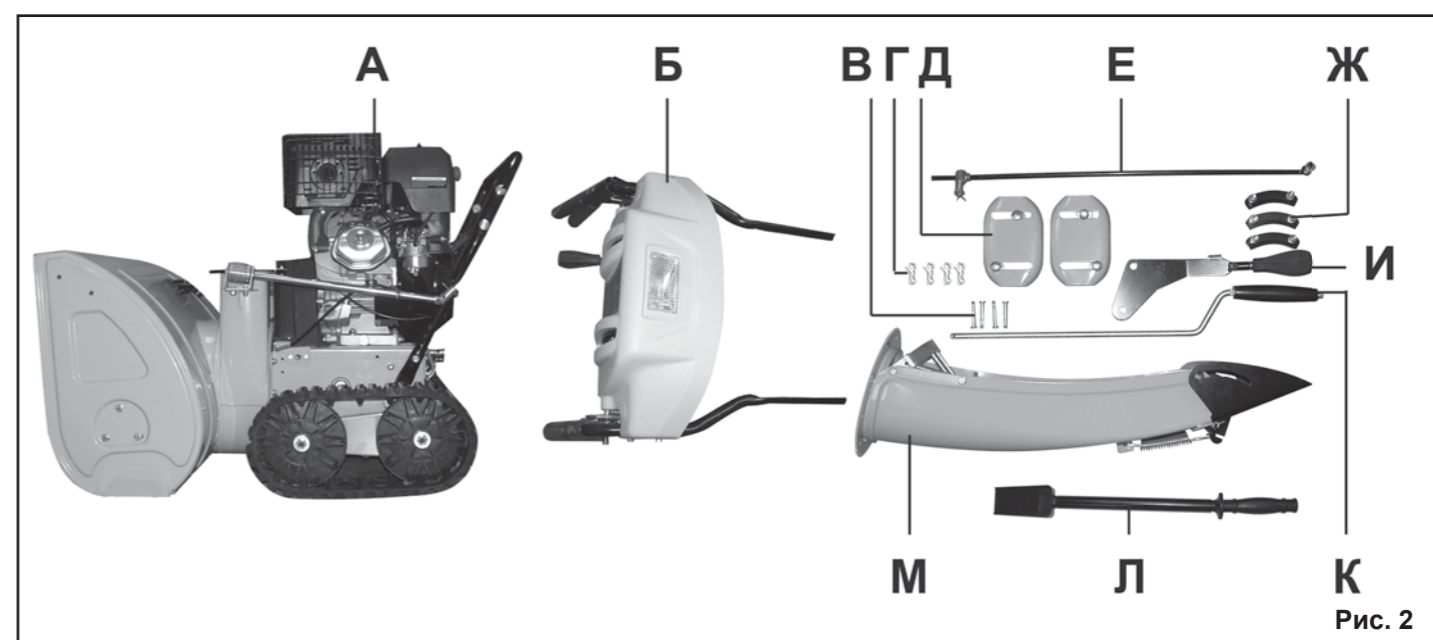

Рис. 2
3.1. Комплектность снегоборщика модели МС 110 ЭЛ представлена на Рис. 1., модели МС 110 ЭЛТ - на Рис. 2.